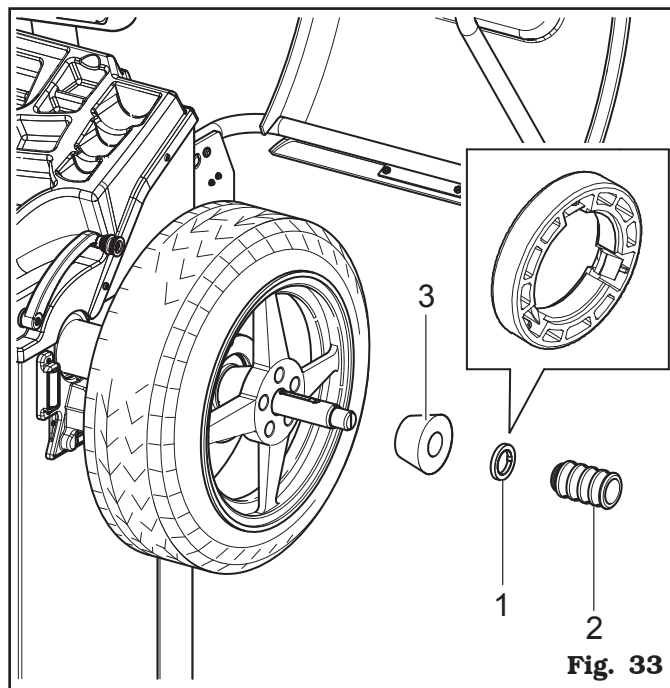

Fig. 33
7. Montera konen (**Fig. 33 ref. 3**) med den smalare delen vänd mot hjulet.
8. Sätt i pressringen (**Fig. 33 ref. 1**) i bussningen (**Fig. 33 ref. 2**) och för det hela mot hjulet.
**PRESSRINGEN (FIG. 33 REF. 1)
(FIG. 33 REF. 2).**